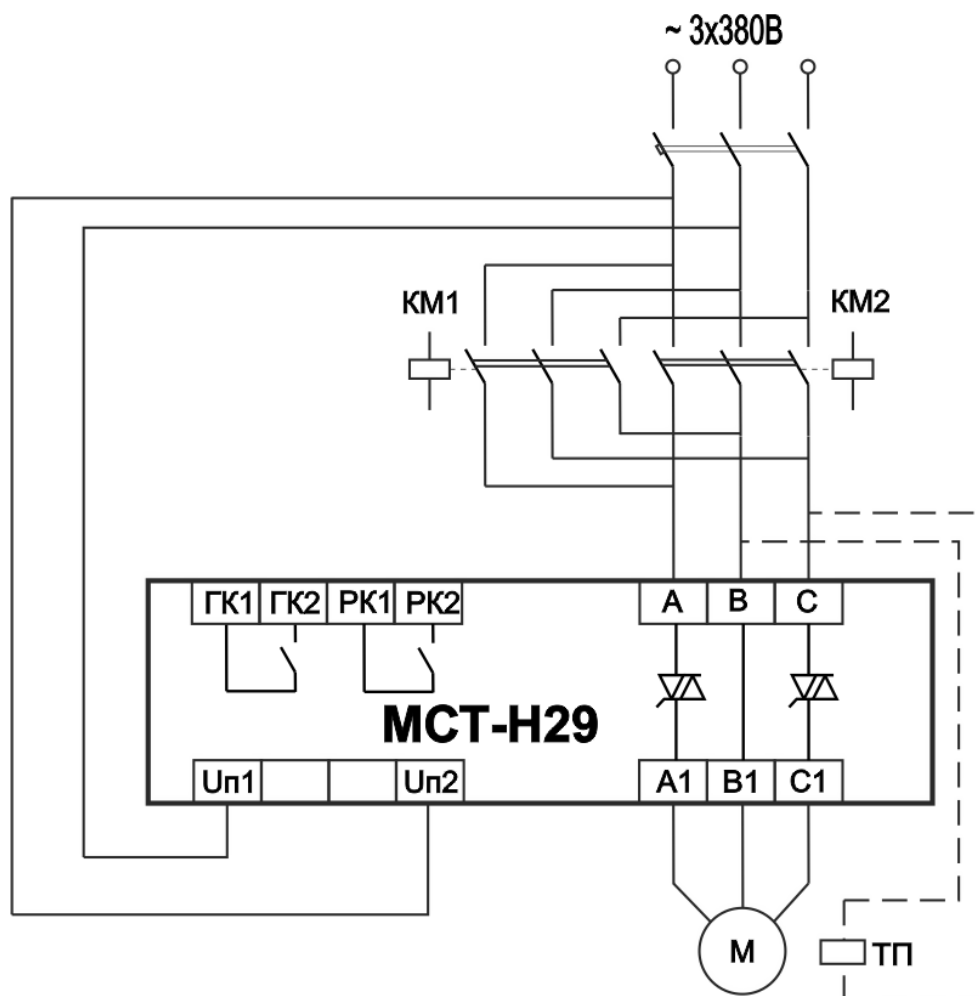

Рисунок 3 – Схема подключения МСТ-H29
1.6.5 Пример схемы подключения пускателя к электродвигателю приведен на рис. 3.